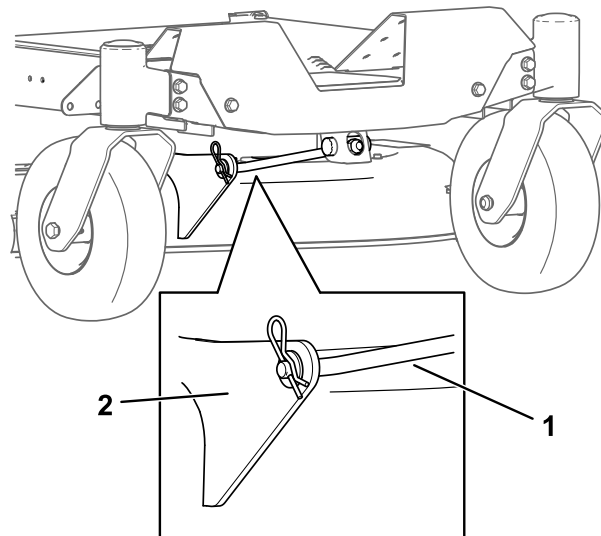

Figura 74
- Retire la chaveta de la varilla de soporte delantera y retire la varilla del soporte de la carcasa (Figura 74).
- Conecte la varilla de soporte delantera a la carcasa de corte con el pasador y la chaveta (Figura 74).